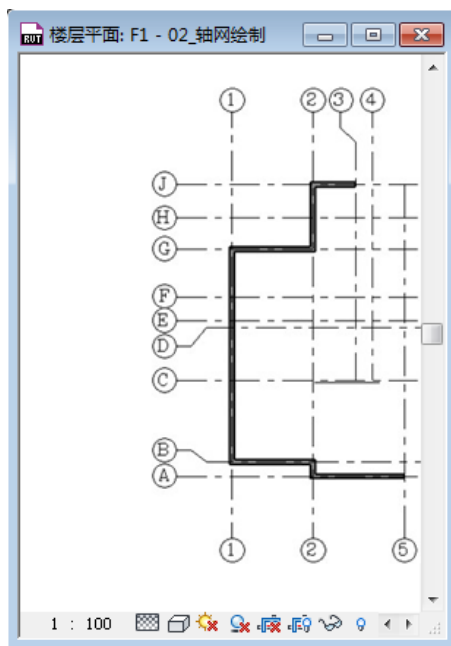

图 2-6
7) 光标移动至绘图区域, 借助轴网交点顺时针绘制墙体 (如图 2-6 所示):